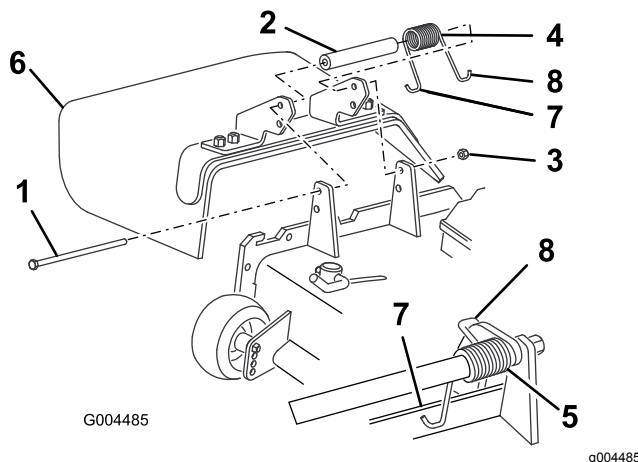

図 36
1. デフレクタをピボットブラケットに固定しているロックナット、ボルト、スプリング、スペーサを外す (図 36)。デフレクタを取り外す。
注 必ずスプリングの L 字形端部をカッティングユニット後部のエッジに引っ掛け、それから 図 36 のようにボルトを取り付けてください。
3. ボルトとナットを取り付ける。スプリングの右側の J 字形フックを、デフレクタに引っ掛ける 図 36。